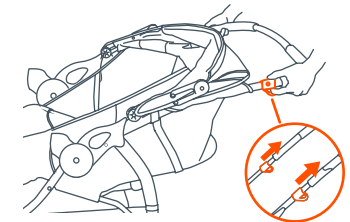
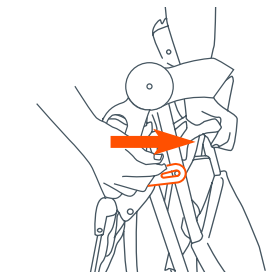

Fig. 19a
Fig. 19b
• Pliez la poussette en appuyant sur les deux gâchettes (Fig. 19a). Poussez la poignée vers le bas jusqu'à ce que la poussette soit complètement pliée. Verrouillez le levier de desserrage situé du côté droit de la poussette (Fig. 19b).